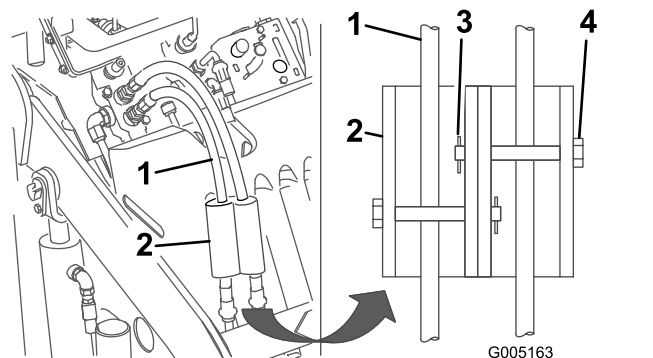

Figura 23
7. Abbassate i blocchi del cilindro sui flessibili idraulici e fissateli con il cavallotto con perno e la coppiglia (Figura 23).